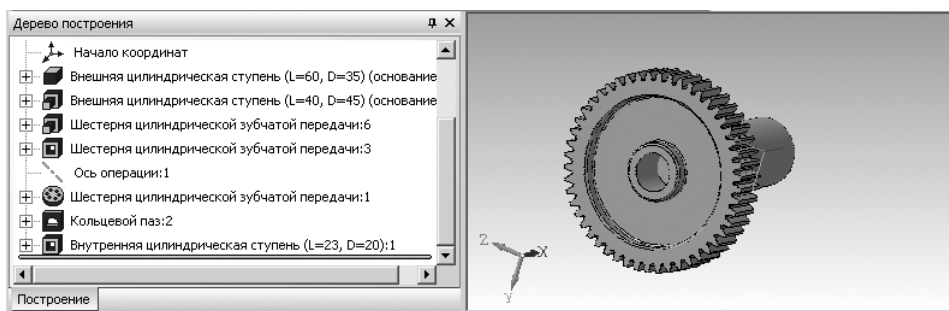

Рис. 3.95. **Дерево построения** и внутренний контур первой цилиндрической ступени трехмерной модели
- щелкните на панели инструментов по кнопке  – **ОК**. Появится внутренний контур первой цилиндрической ступени трехмерной модели, см. рис. 3.95. Одновременно в **Дереве построения** появятся соответствующие ветви построенного элемента.